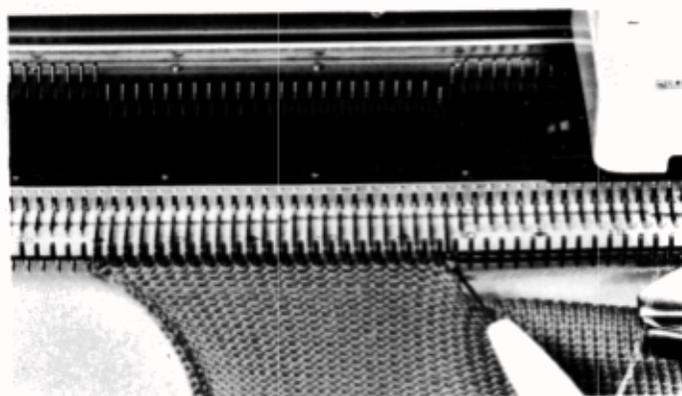

Fig. 169
– Reporter la 1^o maille de droite sur l'aiguille voisine et mettre l'aiguille vide en position A (fig. 169)